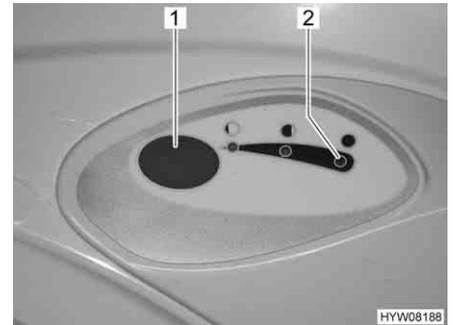

Fig. 223 Botón del inodoro/luz de control del inodoro Thetford
- Para lavar, pulsar el botón del inodoro azul (Fig. 223,1).
La luz de control (Fig. 223,2) se enciende cuando es necesario vaciar el depósito de aguas fecales.